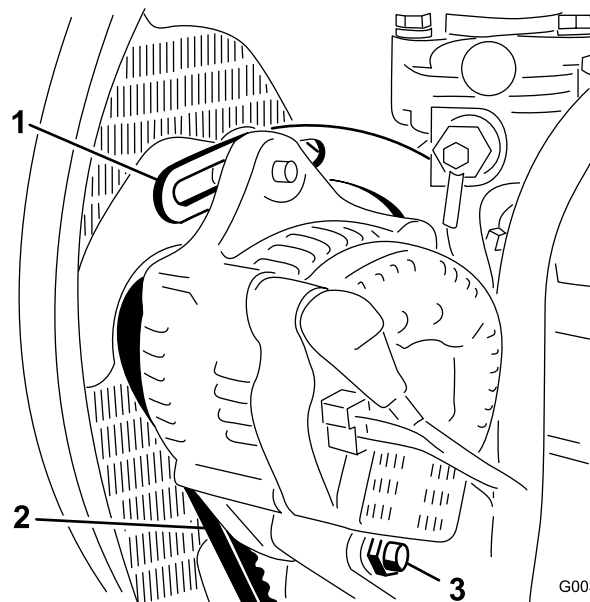

図 115
3. オルタネータ側プーリとクランクシャフト側プーリ間の中央部でオルタネータベルト **図 115** を指で 10kg 程度の力で押してベルトの張りを点検する。
4. オルタネータをプレースに固定しているボルトと、オルタネータのピボットボルトをゆるめる **図 115**。